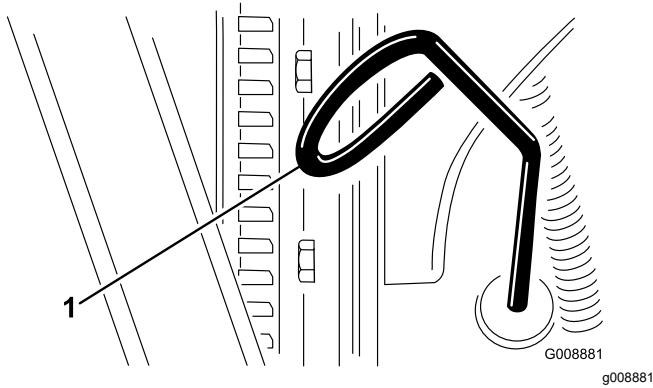

Figura 52
2. Togliete l'asta di livello ed asciugatela con un panno pulito (Figura 52).